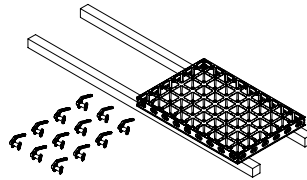

Fig. B1.01
1. Preparare i pannelli per il montaggio. Disporre travetti squadrati o tavole come base di appoggio. L'area di montaggio deve essere piana. (Fig. B1.01)